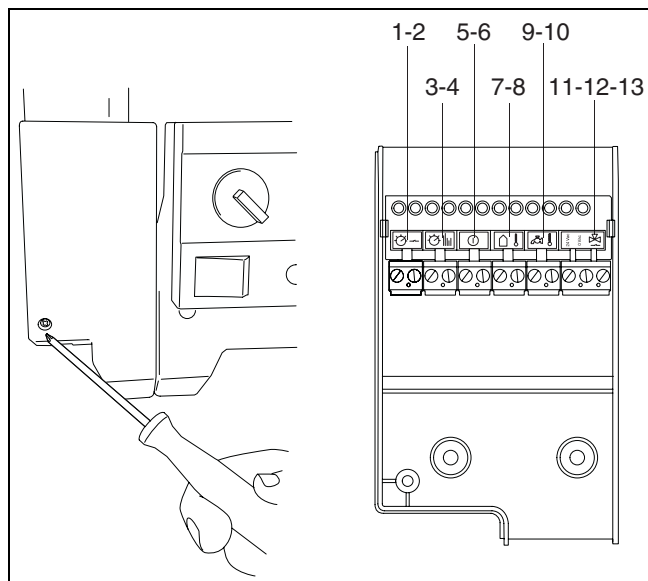
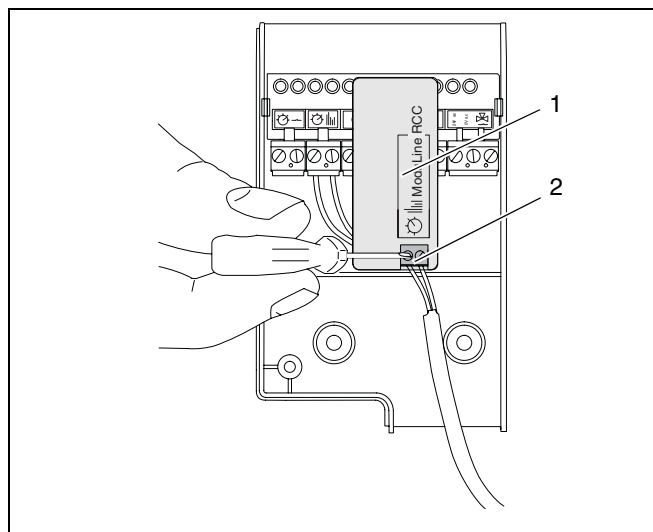

fig. 18 Aansluitkast-kroonsteen
fig. 20 ModuLine RCC-module (optie voor de oudere module-rende kamerthermostaten Moduline IV, 10, 15, 20 en 30)
- Draai de kruiskopschroef op de aansluitkast los (→ fig. 18) en verwijder het deksel van de aansluitkast.
De aansluitstrook in het cv-toestel is voorzien van diverse aansluitingen voor het aansluiten van (externe) elektrische componenten. In onderstaande opsomming is aangegeven welk component waar aangesloten kan worden (→ fig. 18).
Een potentiaalvrije aan/uit-regeling kan worden aangesloten op de groene aansluiting (→ fig. 18, [1-2]). De maximaal toelaatbare weerstand van dit circuit bedraagt 100 Ω .
Een ModuLine 100, 200, 300 of 400 (optioneel) kan worden aangesloten op de oranje aansluiting (→ fig. 18, [3-4]).
Een Nefit modulerende ModuLine IV, 10, 15, 20, 30 kamerthermostaat kan met behulp van een ModuLine RCC-module (optioneel) worden aangesloten (→ fig. 20, [2]). De aansluiting bevindt zich op de ModuLine RCC-module (→ fig. 20, [1]) onder de aansluitstrook.
De rode aansluiting (→ fig. 18, [5-6]) kan worden gebruikt voor de beveiliging van bijvoorbeeld vloerverwarming. Indien hierop het schakelcontact wordt aangesloten, zal het cv-toestel een code "8Y" geven bij een geopend schakelcontact en zal het cv-toestel buiten bedrijf worden genomen.
Indien op de aansluiting op het zwevende aansluitkastje (→ fig. 20, [1]) een Nefit module-rende ModuLine kamerthermostaat wordt aangesloten die als weersafhankelijke regeling wordt geprogrammeerd, wordt op de blauwe aansluiting (→ fig. 18, [7-8]) de bijhorende buitemperatuursensor aangesloten.
Op deze aansluiting kan een Nefit boilersensor worden aangesloten voor het regelen van de temperatuur in de externe indirect gestookte Nefit cv-boiler. De sensor wordt aangesloten op de grijze aansluiting (→ fig. 18, [9-10]). Bij toepassing van een zonneboiler kan hier de Solar-thermostaat worden aangesloten, zie de installatie-instructie zonneboilersysteem.
Een tweedraads driewegklep kan worden aangesloten op de turkooise aansluiting (→ fig. 18, [11-13]).
Een driedraads driewegklep kan worden aangesloten op de turkooise aansluiting (→ fig. 18, [11-12-13]).